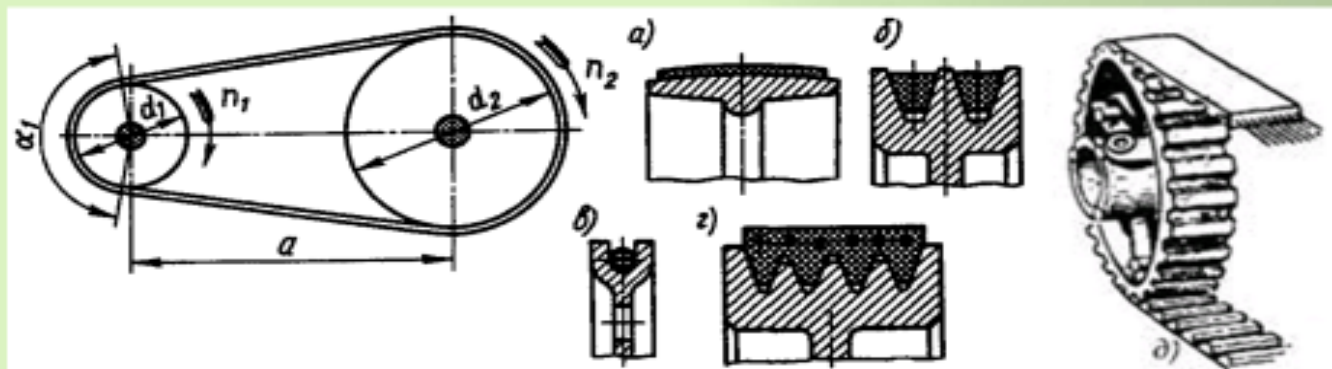

Рисунок 2 – Основные виды фрикционных ремней:
- 1.1 Плоскоременные (рисунок 2 а).
- 1.2 Клиноременные (рисунок 2 б).
- 1.3 Поликлиноременные (рисунок 2 г).
- 1.4 Круглоременные (рисунок 2 в).
- 1.5 Зубчатоременная (рисунок 2 д).